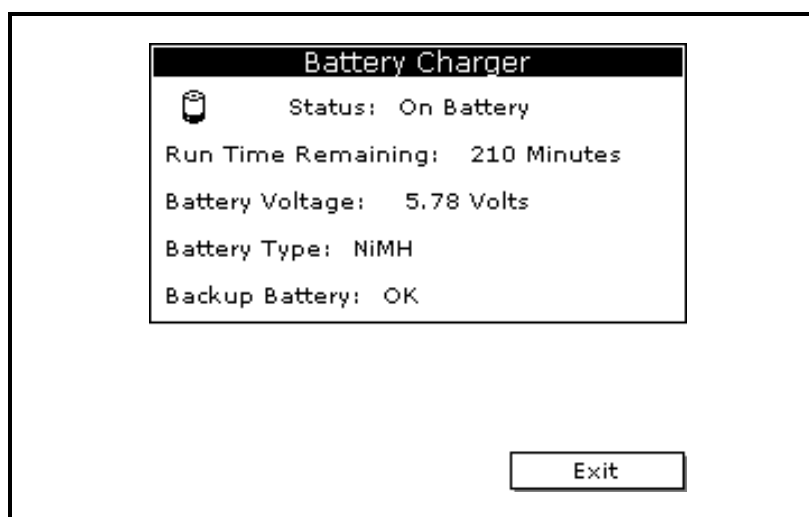

图 5-1 : Battery Charger (电池充电器) 窗口
3. 使用方向键滚动至 Battery (电池)，然后按 [ENTER] (进入)。随即会出现一个类似于下图 5-1 的屏幕。